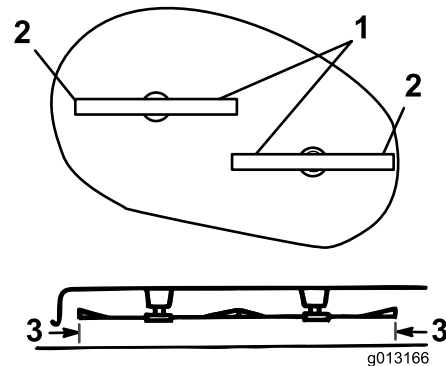

Figura 43
1. Ruotate con cautela le lame da un lato all'altro (Figura 43).
2. Misurate la distanza tra i taglienti esterni e la superficie piatta (Figura 43). Verificate che le misurazioni siano entro i 3 mm l'una dall'altra, altrimenti passate alla fase successiva.
4. Sollevate o abbassate il lato destro della scocca del tosaerba ruotando i dadi in modo che la distanza dai bordi esterni delle lame alla superficie piana (Figura 43) rientri nei 3 mm e serrate i dadi sui tiranti regolabili anteriori e posteriori.